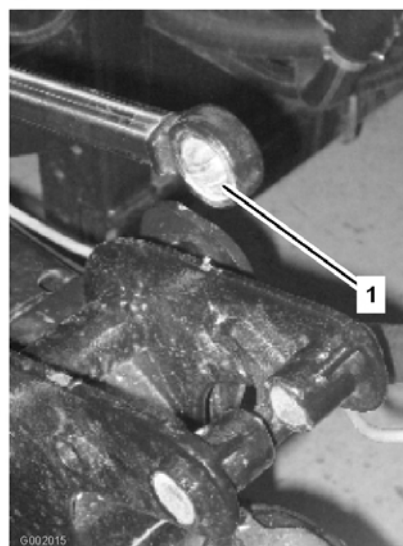

Figura 36
5. Manipolate il lato cuscinetto dell'asta dell'attuatore ed inserite il grasso nel cuscinetto (Figura 36). Tergete il grasso superfluo.